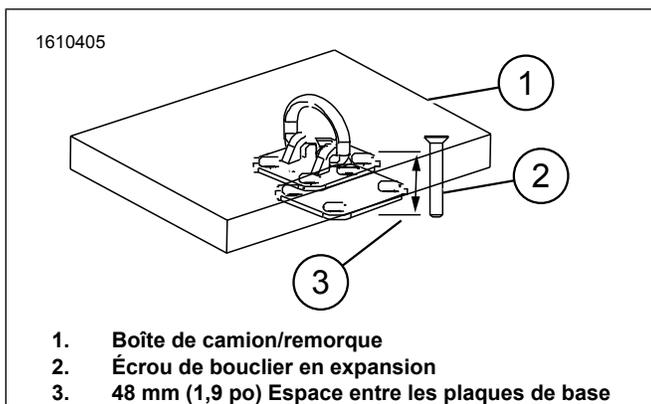

Figure 2. Plaque de base d'ancrage de sécurité/plaque de base en acier
3. Voir la Figure 2. Assurez-vous que l'espace entre la plaque de base et l'assemblage de la plaque de base en acier est inférieur à 48 mm (1,9 po). Cela permet de s'assurer que les écrous ont la bonne quantité de filetage.